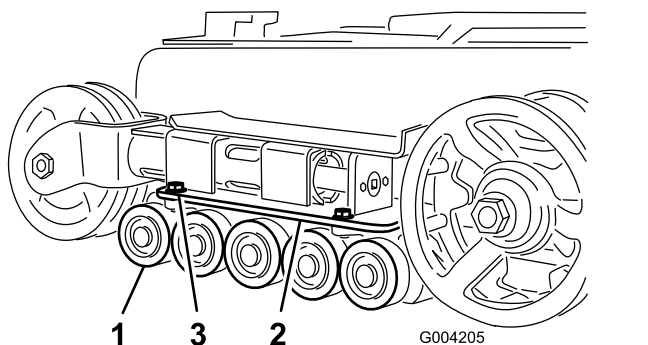

Figura 48
2. Îndepărtați cele 4 uruburi care fixează fiecare ghidaj inferior de enilă ce conține roile de drum și scoateți-le (Figura 48).